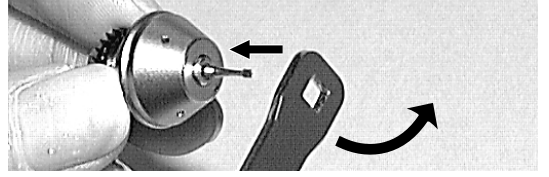

Fig.16
- (1) Kartı u yerinden çıkartınız.
- (2) Rotor kısmını elinizle tutunuz, set içinden çıkan anahtar frez tutucusunun baş kısmına takıp Fig. 16 da gösterilen ok yönünde döndürünüz. Kare ya da veya U şekilli delikli anahtar kullanılabılır.